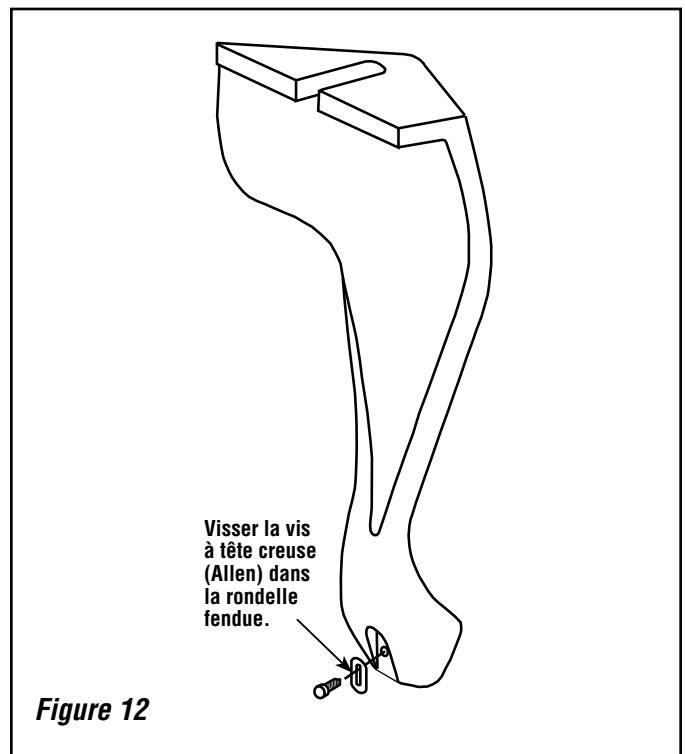

Figure 12
8. S'il est nécessaire de mettre le poêle de niveau, de le fixer ou de le mettre à la terre, utiliser les trous situés au bas des pieds. Pour mettre à niveau un poêle monté sur des pieds en fonte Olympic, repérer le pied avant qui ne touche pas le support de la boîte à feu. Insérer la vis à tête creuse (Allen) dans la rondelle fendue (fournie avec chaque pied), puis dans le trou fileté situé au bas du pied (*figure 12*). Se reporter à l'illustration ci-contre. Pousser la rondelle fendue vers le bas jusqu'à ce qu'elle touche le support de la boîte à feu, puis serrer la vis dans le pied. Si un autre pied ne touche pas le support de la boîte à feu, visser une autre vis et rondelle dans le pied en question.